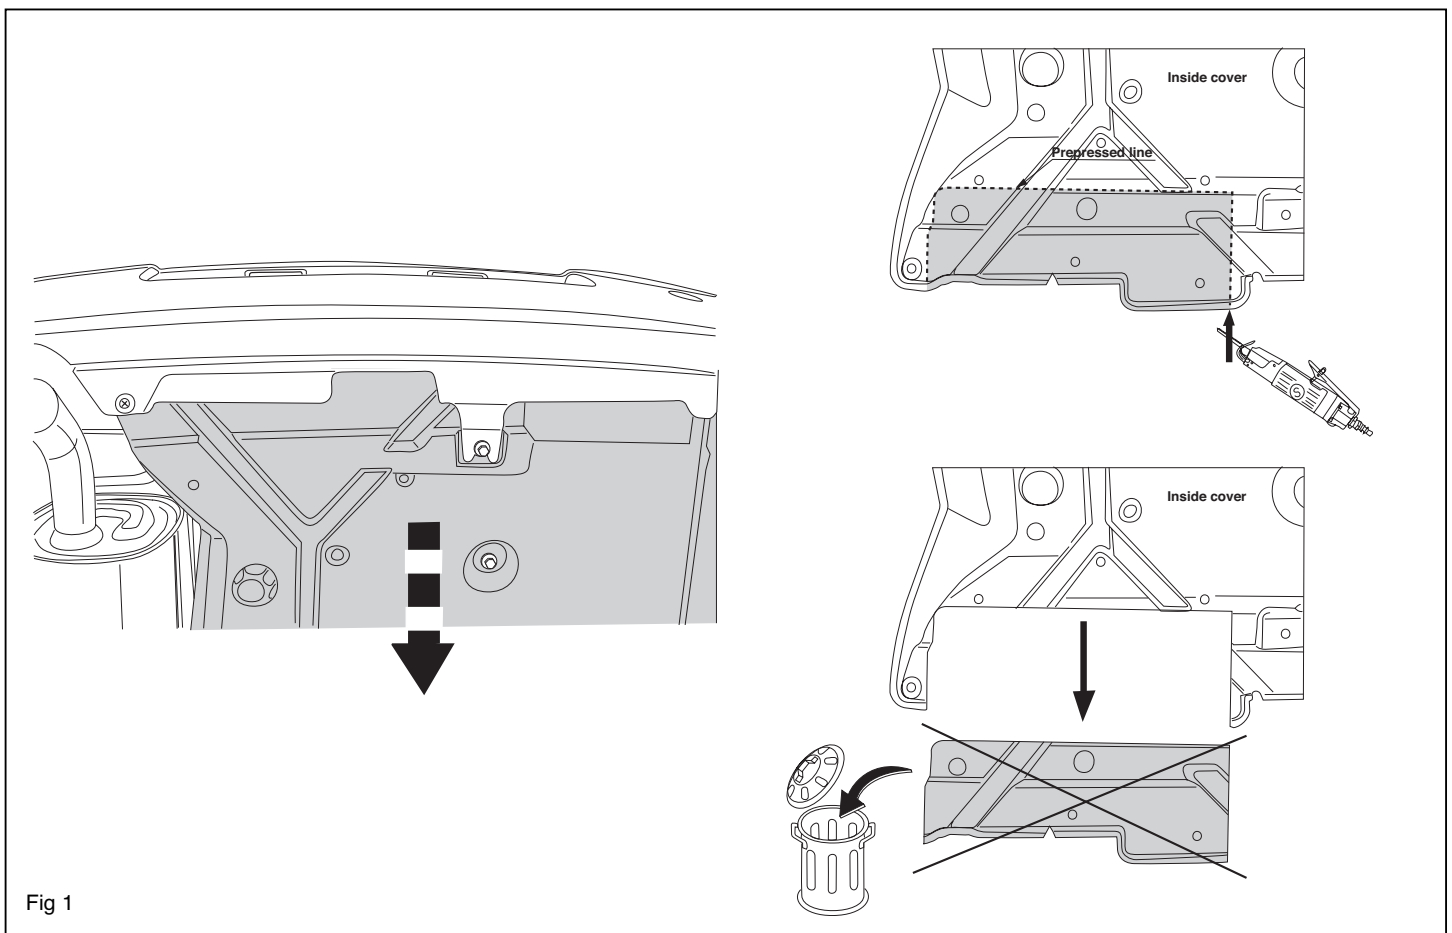

Fig 1
1. Remove if extant the cover plate from the underside of the bumper. See figure 1. Saw a portion out of the bumper and the cover plate as shown in figures 1 and 2a / 2b. Unscrew the bolt of the bumper center strip. Remove the 3 bolts M8 from the rear panel of the vehicle, at holes A. They will not be used again. Replace them with 3 bolts M8x40 and 3 plain washers M8, ø24. Tighten to the torque indicated in the table.
1. Démontez si présent les plaquettes de recouvrement situées sous le pare-chocs. Voir la figure 1. Scier une partie du pare-chocs et de la plaque de protection conformément à la figure 1 et 2a / 2b. Desserrez la vis de la patte de fixation centrale du pare-chocs. Démontez les 3 vis M8 sur le panneau arrière du véhicule, aux trous A. Elles ne seront pas réutilisées. Les remplacer par 3 vis M8x40 avec 3 rondelles plates M8 ø24. Les serrer au couple préconisé dans le tableau.
3. Mettre en place le longeron droit (3) de l'attelage sous le véhicule en engageant les trous A et C sur les vis M8x40 et sur les 2 gougeons filetés M10 présents sous le véhicule. Fixer sans serrer le longeron à l'aide des rondelles plates, rondelles Grower et écrous.
4. Mettre en place le longeron gauche (2) de l'attelage sous le véhicule en engageant les trous A, B et C sur les vis M8x40 et sur les gougeons filetés M10 présents sous le véhicule. Fixer sans serrer le longeron à l'aide des rondelles plates, rondelles Grower et écrous.
5. Positionner le corps d'attelage (1) entre le pare-chocs et le panneau arrière (tube au dessus de la canule d'échappement).
6. Assembler sans serrer les longerons (2), (3) et le corps d'attelage (1) avec les vis M12x35, les rondelles plates, les rondelles Grower et les écrous. Serrer la boulonnerie dans l'ordre suivant et en respectant les couples préconisés dans le tableau :
7. Fixer le boîtier (4) en utilisant les vis HM12x90, les rondelles plates et les écrous autobloquants M12. Monter la prise électrique escamotable (5). Serrer au couple préconisé dans le tableau. Fixer si présent les plaquettes de recouvrement situées sous le pare-chocs.
1. Falls vorhanden die Abdeckplatten auf der Unterseite der Stoßstange abmontieren. Siehe Abbildung 1. Gemäß Abb.1 und 2a / 2b einen Teil aus der Stoßstange und der Abdeckplatte heraussägen. Die Schrauben am Mittelstreifen der Stoßstange abschrauben. Die 3 M8-Schrauben von der Rückwand des Fahrzeugs an den A-Löchern entfernen. Sie werden nicht mehr benötigt. Diese durch 3 M8x40-Schrauben und 3 Unterlegscheiben M8 ø24 ersetzen. Mit dem in der Tabelle angegebenen Drehmoment befestigen.
3. Die rechte Lasche (3) der Anhängervorrichtung anbringen, indem die M8x40-Schrauben und die 2 Rahmenschrauben M10 (bereits unter dem Fahrzeug) in die Löcher A und C eingeführt werden. Anbringen, ohne die Lasche festzudrehen, indem die Unterlegscheiben, Federringe und Muttern verwendet werden.
4. Die linke Lasche (2) an der Anhängervorrichtung anbringen, indem die M8x40-Schrauben und die 2 M10-Rahmenschrauben (bereits unter dem Fahrzeug) in die Löcher A, B und C eingeführt werden. Anbringen, ohne die Lasche festzudrehen, indem die Unterlegscheiben, Federringe und Muttern verwendet werden.
5. Überkreuzrohr (1) zwischen der Rückwand und der Stoßstange ansetzen (Überkreuzrohr über dem Auspuffrohr).
6. Ohne anzuziehen die Seitenscheiben (2) und (3) mit dem Überkreuzrohr (1) mit M12x35-Schrauben einschließlich Unterlegscheiben, Federringen und Muttern zusammensetzen. Die Halterung in der folgenden Reihenfolge mit dem in der Tabelle angegebenen Drehmoment anziehen: